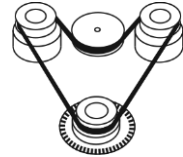

Fig.7. Remplacement de la courroie en caoutchouc
- Remplacez la courroie en caoutchouc (Fig.7).